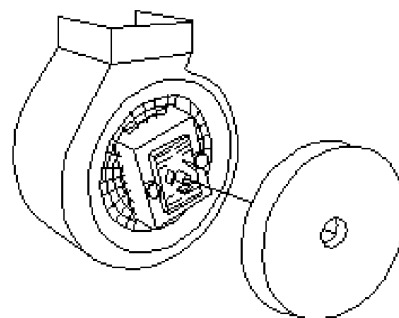

Рис. 18
3. Зніміть вугільний фільтр, який знаходиться усередині витяжки на корпусі двигуна, з обох боків (Рис. 18), обертаючи його проти годинникової стрілки.